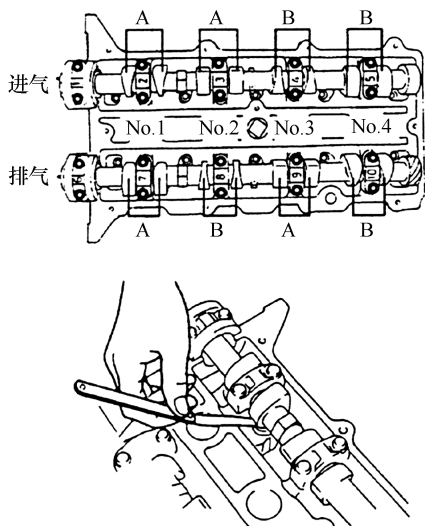

图 5-11 气门间隙检查
① 顺时针旋转曲轴，使活塞位于第 1 缸上止点位置。
② 在图 5-11 中 A 位置测量气门间隙。
③ 顺时针旋转曲轴 360°，使活塞位于第 4 缸上止点位置。
④ 在图 5-11 中 B 位置测量气门间隙。